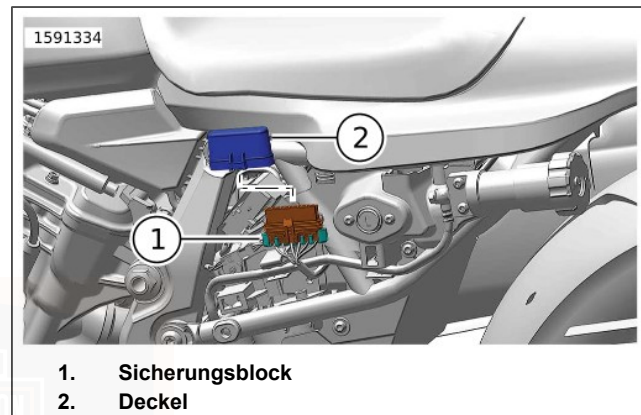

Abbildung 101. Lage des Sicherungsblocks (RH1250S)
Siehe Abbildung 101 oder Abbildung 102. Der Sicherungsblock befindet sich unter der linken Seitenabdeckung.
3. Siehe Abbildung 101 oder Abbildung 102 . Die Abdeckung vom Sicherungsblock entfernen.
1. Siehe Abbildung 101 oder Abbildung 102 . Die Sicherungsblockabdeckung einbauen.